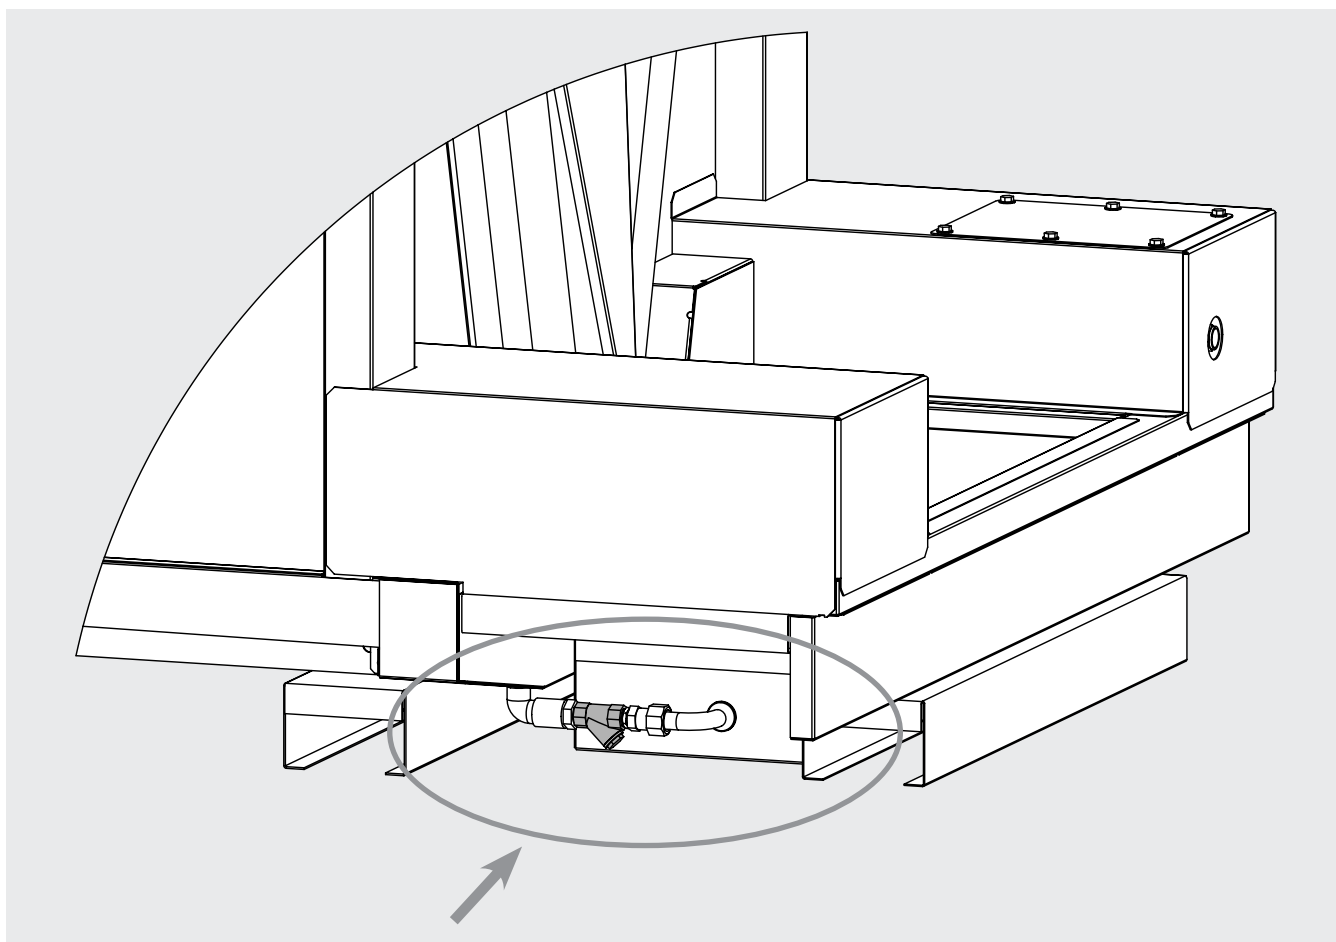

Figura 30
12.18.4 No es necesario retirar los paneles protectores exteriores para realizar el mantenimiento del filtro de la bomba. Se puede acceder al filtro directamente desde el lado izquierdo del modelo. Véase la Figura 30.